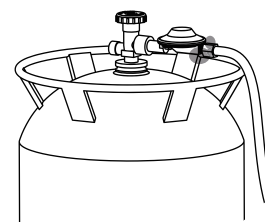

Figure 9
- Regulatoru un cauruli (skatīt Figure 9)